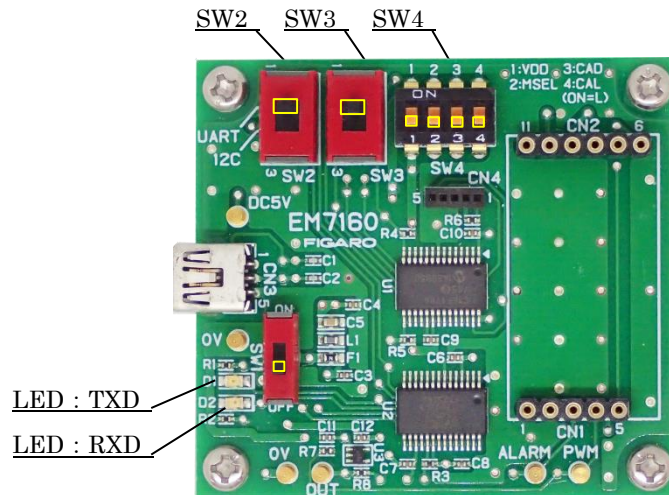

図 3 UART 通信の設定
- SW2、SW3 : UART 側にセット (図 3 では上側へ)
- SW4-1、SW4-2、SW4-3、SW4-4 : OFF 側にセット (図 3 では下側へ)